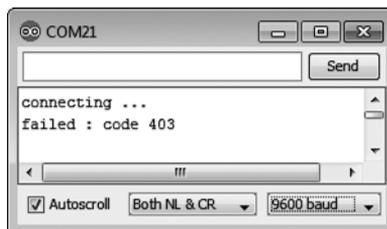

Рис. 19.5. Результат попытки посылать сообщения слишком часто
Создавая свое устройство, имейте в виду, что посылать сообщения можно не чаще одного раза в минуту и каждое сообщение должно быть уникальным. (Эти ограничения накладываются сайтом Twitter.) В ответ на попытку отправить сообщение Twitter возвращает код результата. Скетч принимает и выводит этот код в монитор порта в строке ❺, как, например, показано на рис. 19.5. Код «403» на рис. 19.5 означает, что был указан неверный ключ или вы пытаетесь посылать сообщения слишком часто. (Полный список кодов ошибок Twitter можно найти по адресу <http://dev.twitter.com/docs/error-codes-responses/>.)